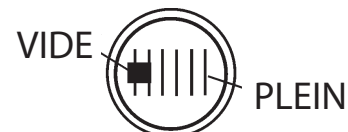

Figure 12. Jauge de carburant
3. Lire la jauge de carburant située sur le dessus du réservoir de carburant (Figure 12) pour savoir si le niveau de carburant est faible. Si c'est le cas, remplir avec du carburant sans plomb propre.